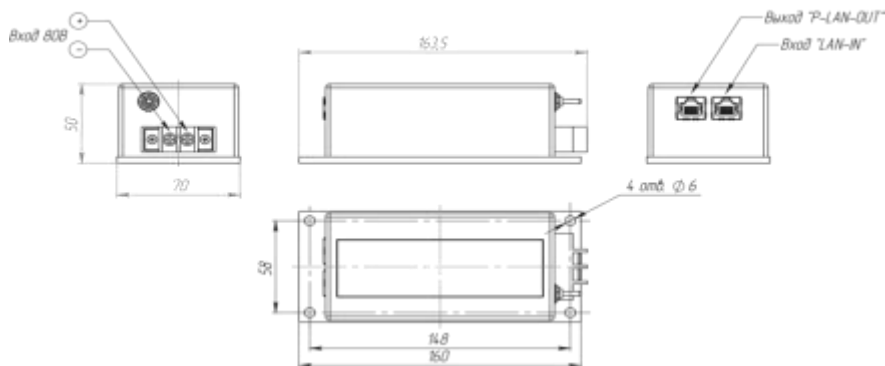

Рис. 1 Внешний вид прибора
4.1. Преобразователь состоит из следующих основных элементов (рисунок 1):